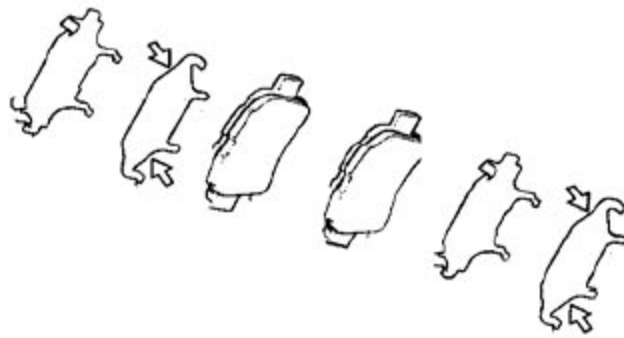

图 3—31
- A). 在每片消音垫片的两侧涂盘式制动润滑脂，如图 3—31 所示。